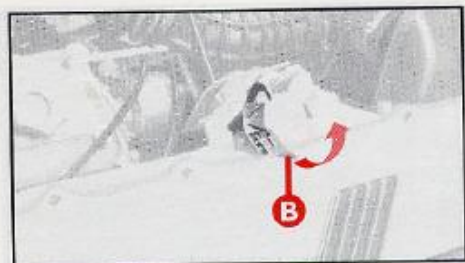

fig. 55
– levante por delante el capó alzando la palanca **B-fig. 55**.